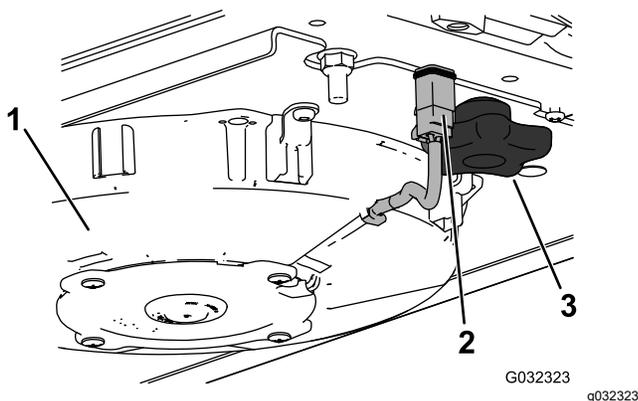
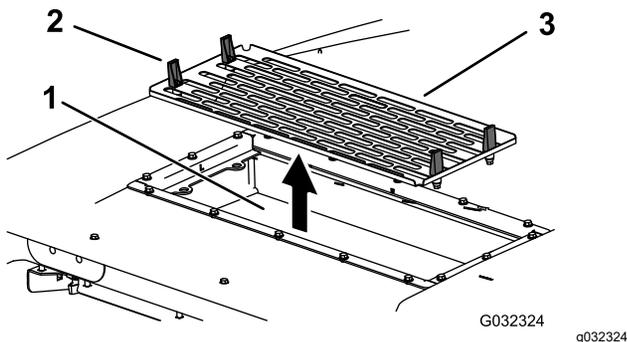

Bild 148
Bild 149
6. Bauen Sie Luftfilter, Gitter und Klimaanlage wieder ein (Bild 146, Bild 148 und Bild 149).
7. Schließen Sie das Kabel jedes Lüfters an (Bild 148).